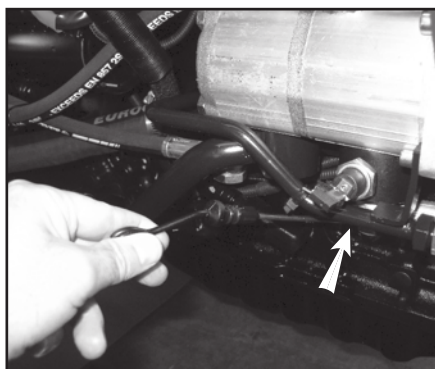

Fig. 6.8
- Sostituire l'olio idraulico del gruppo cambio posteriore e gli elementi filtranti (152) e (153).
- Verificare tutti i livelli dell'olio (Fig. 6.8) ed eventualmente ripristinare il livello con l'olio del tipo prescritto.